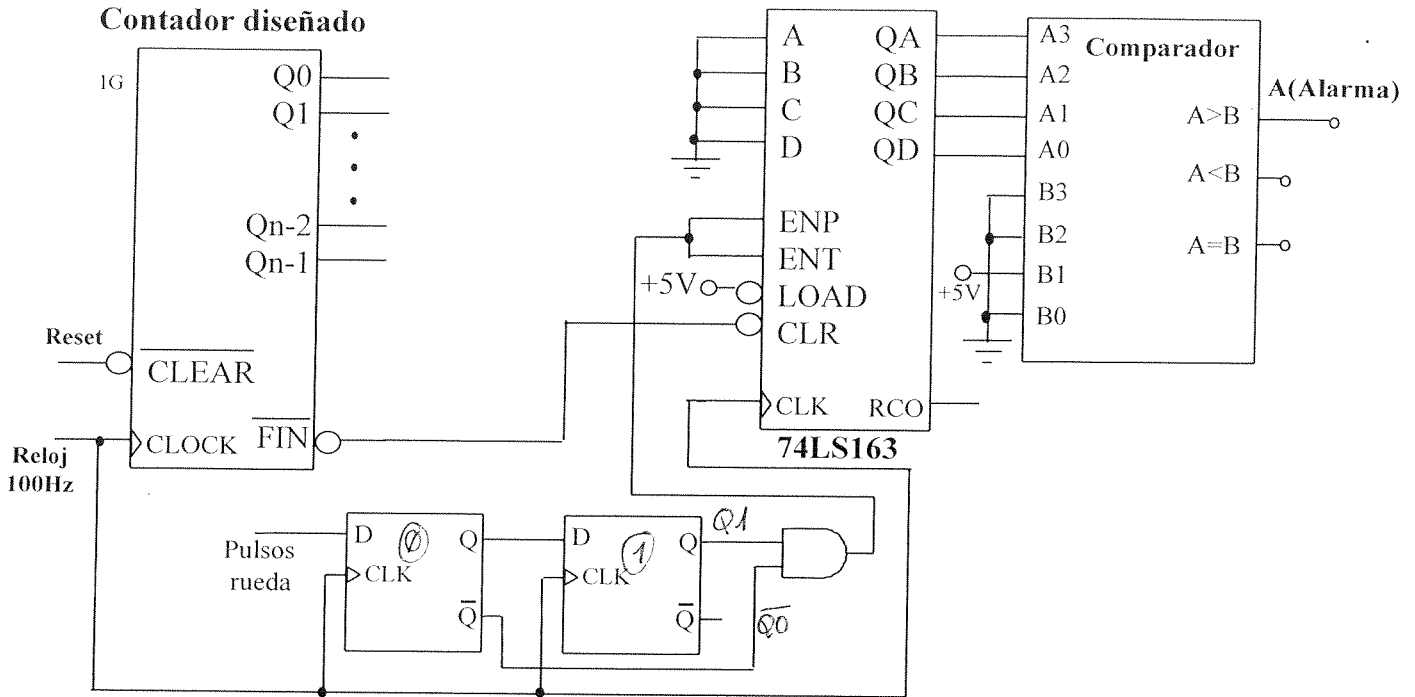

Figura 6. Circuito detector de la velocidad de giro de la rueda de un robot.
2. Un robot tiene en una rueda dos marcas ópticas que generan dos pulsos por vuelta de la rueda. Se desea activar una alarma (A) cuando el robot dé más de "n" vueltas de rueda por segundo, utilizando como base el contador diseñado en el apartado 1 dentro del circuito de la figura 6, al que se le aplica una señal de RELOJ de 100Hz.